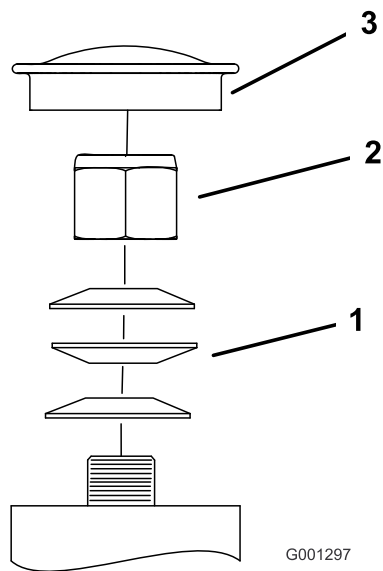

Figure 60
3. Retirez le capuchon antipoussière de la roue pivotante et serrez le contre-écrou (Figure 60).
4. Continuez de le serrer jusqu'à ce que les rondelles élastiques soient aplaties, puis desserrez-le de 1/4 de tour pour obtenir la précharge correcte des roulements (Figure 60).
Important: Veillez à placer les rondelles comme illustré (Figure 60).
5. Remettez le capuchon antipoussière en place (Figure 60).